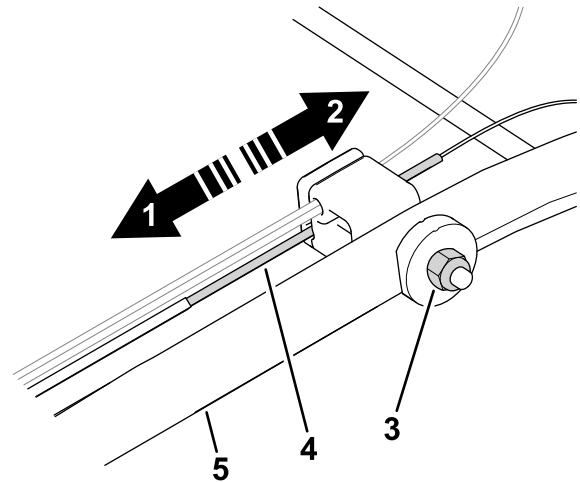

Figura 25
- Gire la tuerca de ajuste en sentido antihorario para aflojar el ajuste del cable (Figura 25).
- Ajuste la tensión del cable (Figura 25) tirando del mismo hacia atrás o empujándolo hacia adelante, y sujételo en esa posición.